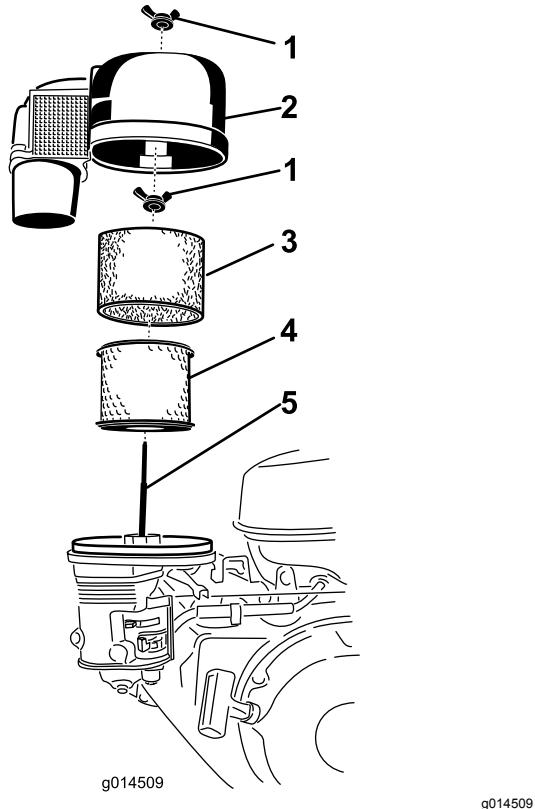

Figure 15
3. Retirez l'écrou à oreilles et soulevez le couvercle du filtre à air avec son capot (Figure 15).
4. Déposez l'élément en mousse (Figure 15).
5. Retirez l'écrou à oreilles au sommet de l'élément en papier et retirez celui-ci (Figure 15).
1. Nettoyez l'élément en papier en le tapotant pour faire tomber la poussière. Remplacez-le par un neuf s'il est très encrassé (Figure 15).